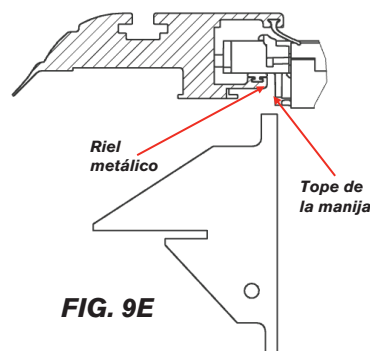

FIG. 9E
- Vuelva a apretar los pernos de la abrazadera con una llave dinamométrica a 70 libra-pulgada (5.9 libra-pulgada). Finalmente, verifique el espacio adecuado midiendo entre los rieles, intentando insertar el espesor BR entre el metal del riel y el tope de la manija (FIG 9E). También puede verificar la medida entre el riel en el recipiente y el extremo de la puerta trasera de los rieles. Las medidas deben ser iguales o menores que las de la figura 9C. Las extensiones de abrazadera se han preinstalado con soportes y cuñas para lograr la dimensión adecuada entre los rieles (BR) cuando se colocan en una plataforma de camioneta de fabricación promedio. Sin embargo, no todas las plataformas de camionetas tienen dimensiones promedio y algunas tienen tapas de plástico opcionales o revestimientos rociados sobre los rieles.